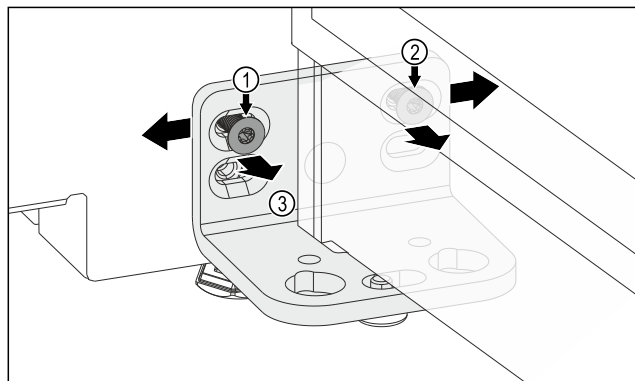

Fig. 13
- ▶ Allentare la vite Fig. 13 (1) e la vite Fig. 13 (2). Per la vite Fig. 13 (2) è necessario un cacciavite angolare corto.
- ▶ Spostare verso sinistra la porta con staffa angolare della cerniera Fig. 13 (3).
- ▶ Spostare verso destra la porta con staffa angolare della cerniera Fig. 13 (3).
- ▶ La posizione finale della porta è raggiunta: Stringere la vite Fig. 13 (1) e la vite Fig. 13 (2).